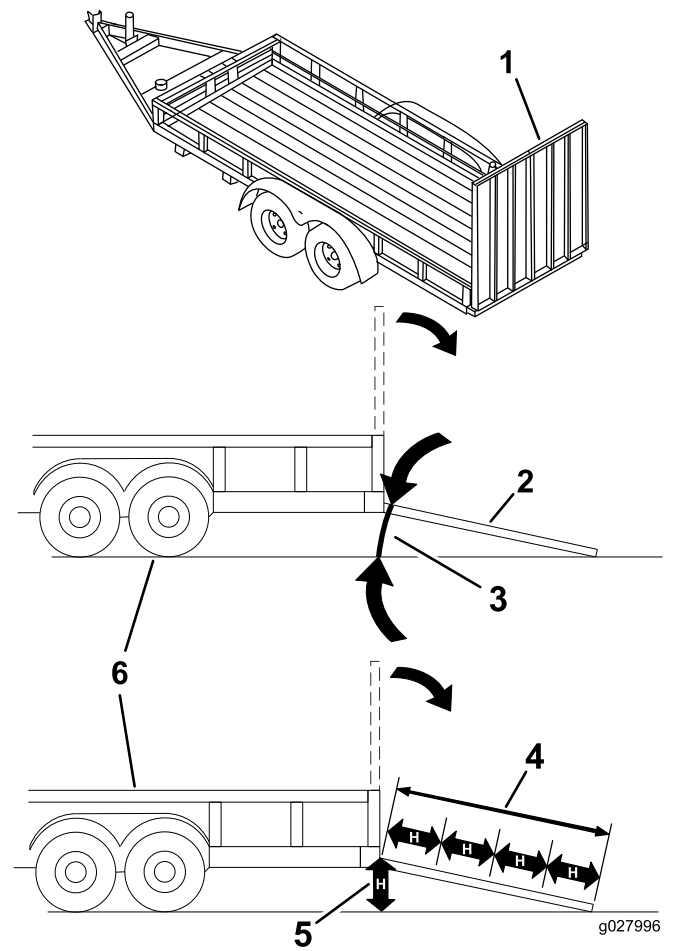

Figura 34
Quando si carica la macchina su un trailer o un autocarro si aumenta il rischio di ribaltamento, che può causare gravi ferite ed anche la morte (**Figura 34**).
3. Abbassate la rampa, assicurandovi che l'angolazione tra la rampa e il terreno non superi 15 gradi (Figura 34).
1. Abbassate la rampa, assicurandovi che l'angolazione tra la rampa e il terreno non superi 15 gradi (Figura 34).